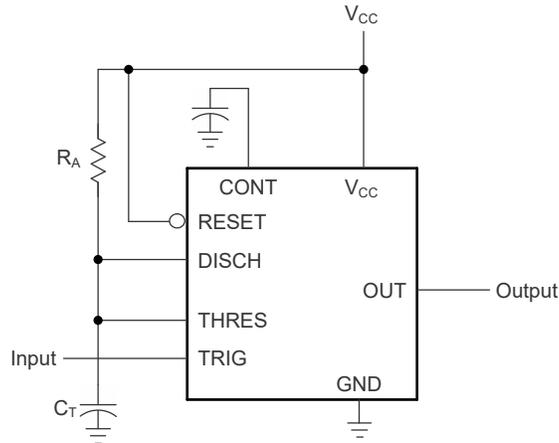

图 6-2. 单稳态工作模式电路
(1) 对于显示为“最小值”或“最大值”的条件, 请使用在建议工作条件下指定的相应值。
(2) 指定的值适用于类似于图 6-2 的单稳态电路中的器件, 具有以下组件值: $R_A = 2k\Omega$ 至 $100k\Omega$, $C_T = 0.1\mu F$ 。
对于单稳态工作模式，图 6-2 展示了如何连接这些计时器中的任何一个。如果输出为低电平，向触发器 (TRIG) 施加负向脉冲可设置内部锁存器；输出变为高电平，放电引脚 (DISCH) 变为开漏。然后，电容器 C_T 通过 R_A 充电，直到电容器上的电压达到阈值 (THRES) 输入的阈值电压。如果 TRIG 恢复到高电平，阈值比较器的输出将复位内部锁存器，输出变为低电平，放电引脚变为低电平，从而使电容器 C_T 快速放电。
按照图 6-3 中所示，在图 6-2 电路中增加第二个电阻器 (R_B) 并将触发器输入连接到阈值输入会导致计时器自触发并作为多谐振荡器工作。 C_T 电容器通过 R_A 和 R_B 充电，然后仅通过 R_B 放电。因此，占空比由 R_A 和 R_B 的值控制。